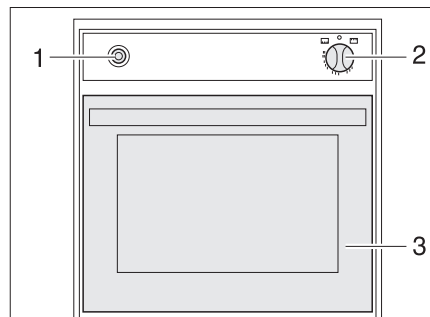

Fig. 343 Horno de gas (Spinflo)
- Abrir completamente la puerta del horno (Fig. 343,3).
- Presionar ligeramente el regulador giratorio (Fig. 343,2) y ponerlo en "horno" o "GRILL" (grill).
- Presionar el regulador giratorio (Fig. 343,2) y mantenerlo presionado por 5 a 10 segundos. El gas fluye al quemador.
- Presionar el interruptor de encendido (Fig. 343,1) tantas veces como sean necesarias para que arda la llama.
- Girar el regulador giratorio (Fig. 343,2) a "O". La llama se apaga.